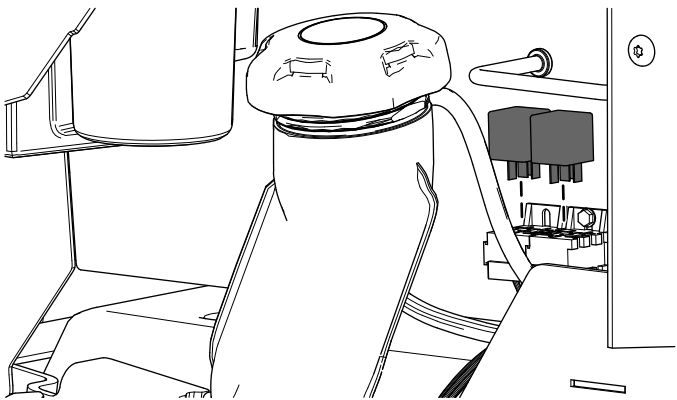

Bild 15
5. Installieren Sie die beiden Relais (Bild 15).